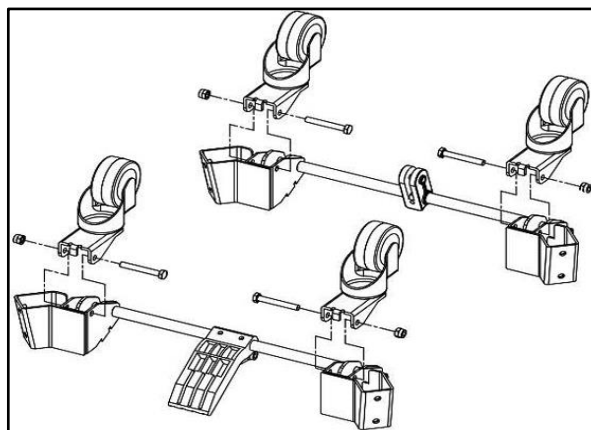
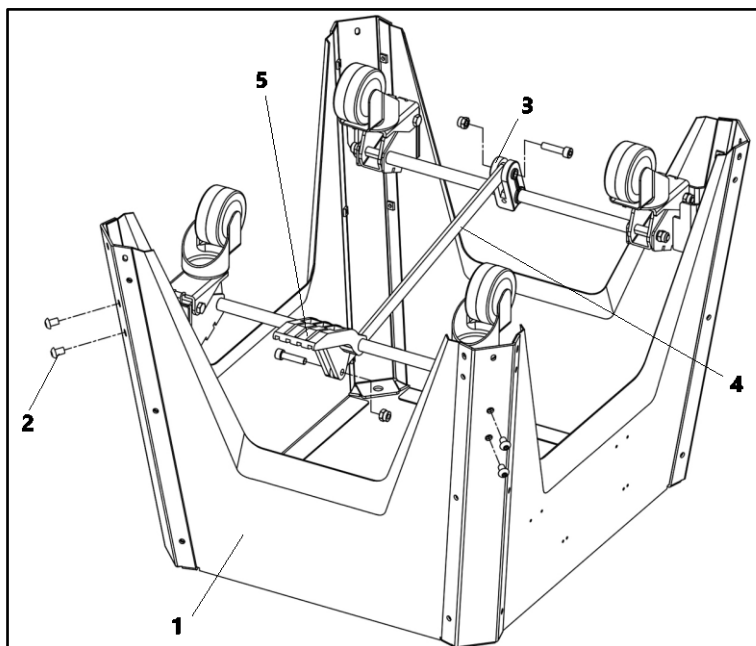

Рисунок 5
Рисунок 6
- Ослабьте и открутите болт и гайку на кронштейне роликов (рис. 5).
- Прикрепите ролики 1 к кронштейнам 3 (рис. 6) и закрепите при помощи болтов и гаек (рис. 5).
- Прикрепите один набор роликов к передним угловым опорам при помощи винтов 2 (рис. 6).